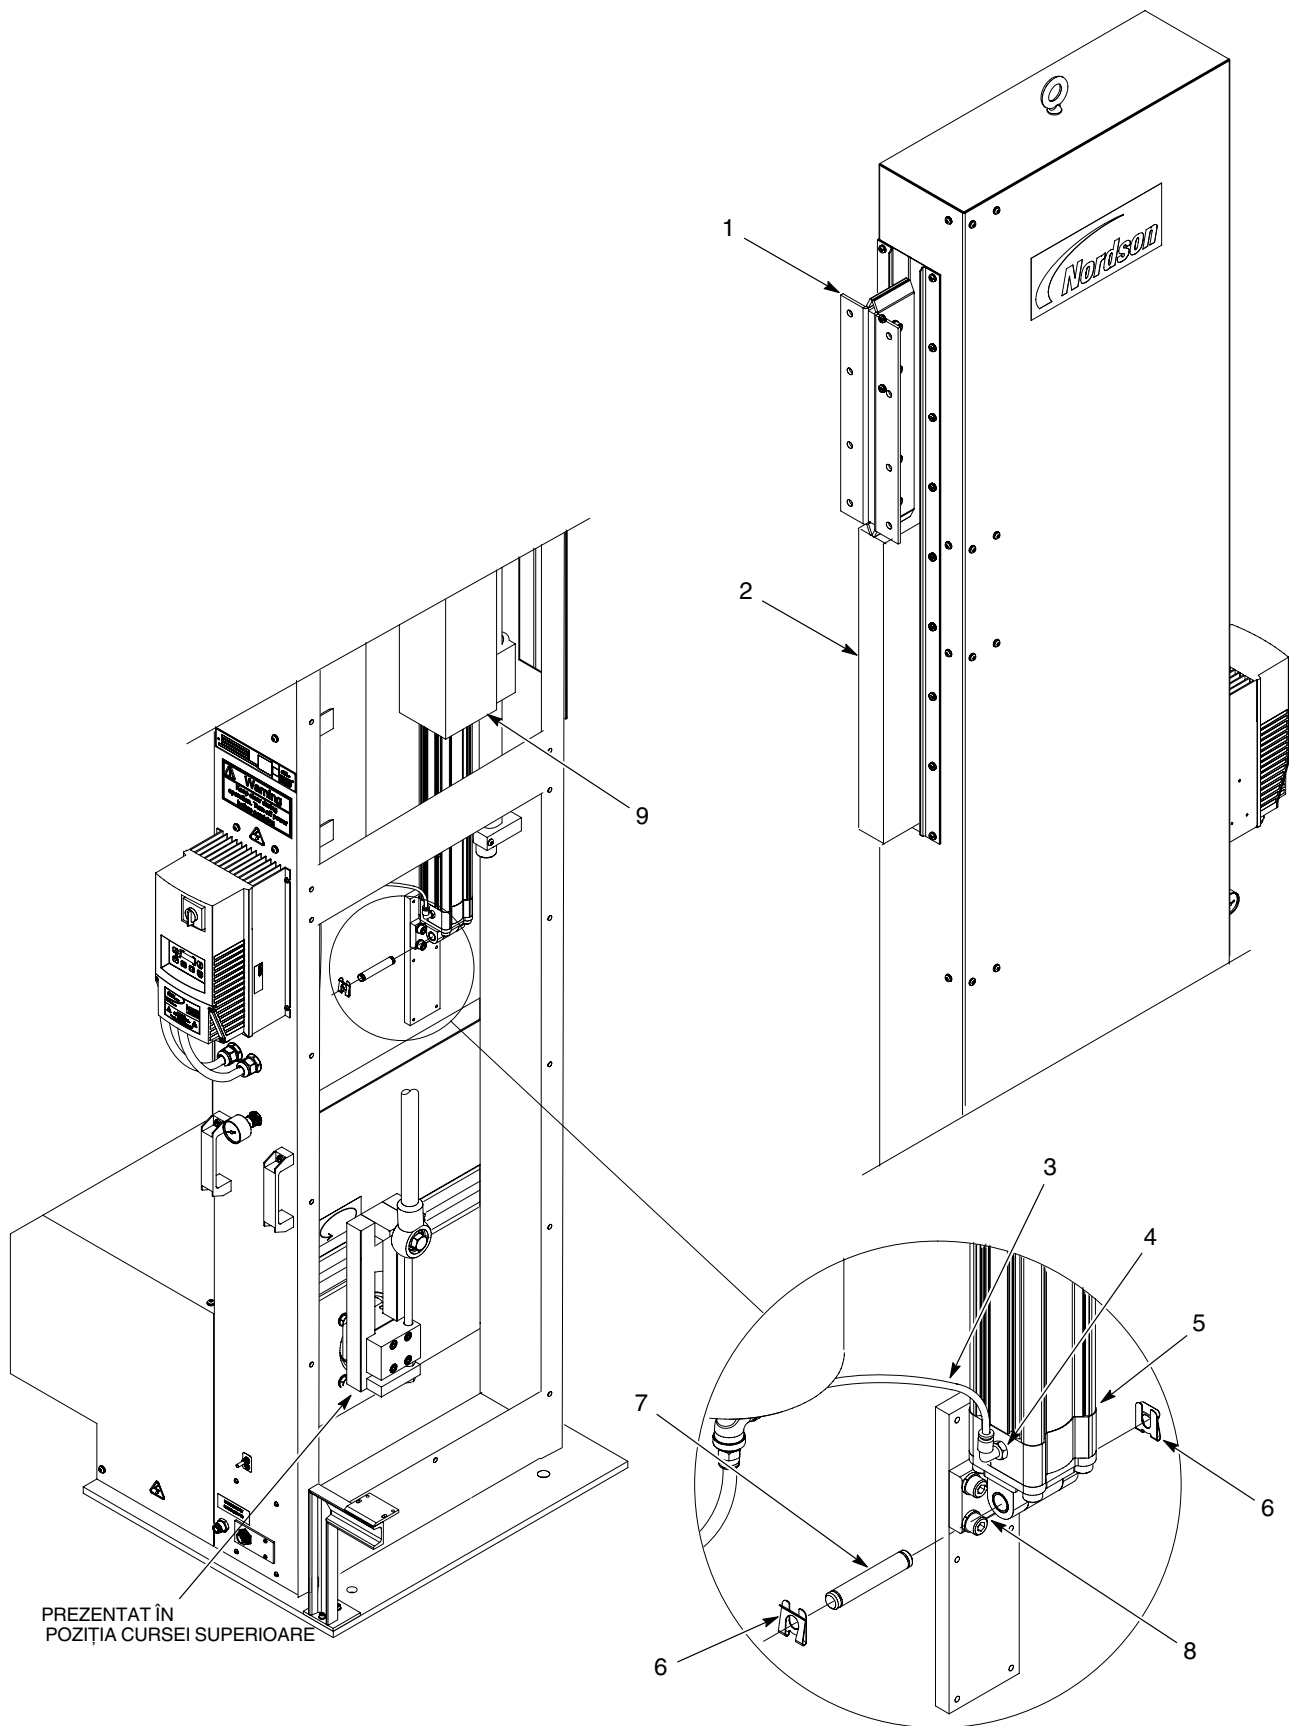

Figura 15 Demontarea cilindrului pneumatic
1. A se vedea Figura 15. Demontați pistoalele și elementele de montare de la consola de montare a căruciorului (1).
2. Deplasați căruciorul pistolului (1) până la poziția cursei superioare. Folosiți un bloc (2), așa cum se prezintă pentru asigurarea căruciorului pistolului (1).
4. Deconectați conducta pneumatică (3) de la racordul cilindrului pneumatic (4).
5. Demontați clemele (6) și știftul (7) care fixează cilindrul pneumatic (5) la consola (8). Demontați cilindrul pneumatic de la tubul de montare a ansamblului rulmentului (9).
6. Deplasați căruciorul pistolului (1) în poziția cursei inferioare prin demontarea cu grijă a blocului (2).